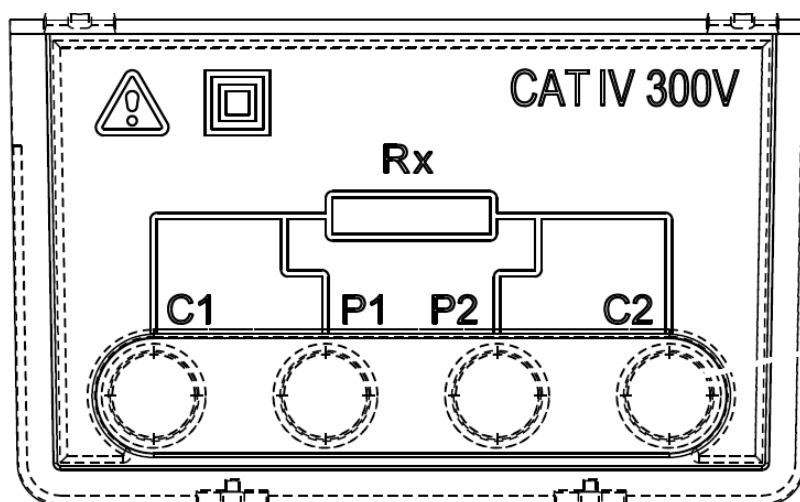

Рисунок 3.2: Разъемы для подключения измерительных проводов
- 4 безопасных разъема типа «банан» для подключения измерительных проводов (Рисунок 3.2),